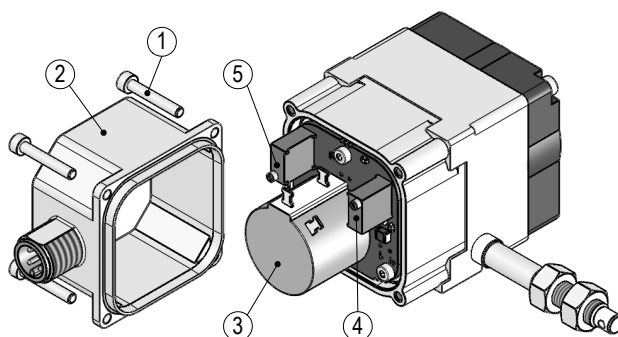

Abb. 10: Einstellen Trimpotitis 4/20mA; MWIHP
Durch zwei Trimpotentiometer Pe ⑤ und Po ④ (siehe Abb. 10) können diese Werte an die tatsächlichen Anfangs- und Endstellungen der Anwendung angepasst werden.